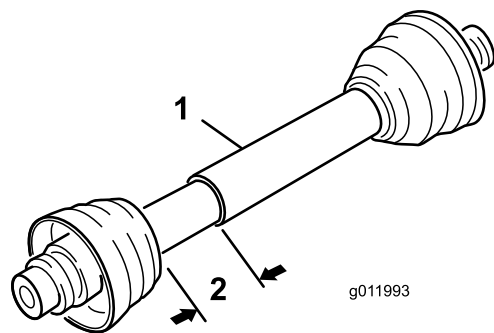

Figure 5
4. À la longueur la plus courte de l'arbre, il doit rester une distance de rétraction possible d'au moins 37 mm entre les 2 moitiés de l'arbre de PDF (Figure 5).